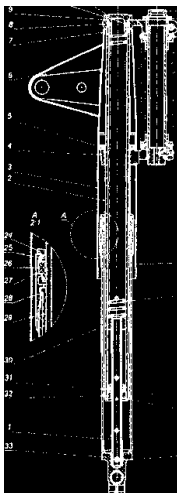
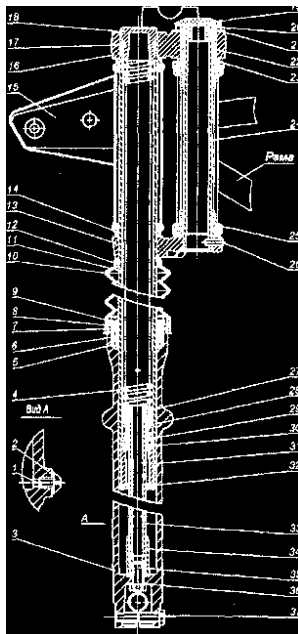

Рис.20 Передняя вилка.
Рис.21 Передняя вилка.
5.5.1. Передняя вилка мотоцикла ММВЗ-3.11214 «Спутник» (рис. 20) и передняя вилка мотоцикла ММВЗ-3.11215 «Пионер» (рис. 21) - телескопического типа, с гидравлическими амортизаторами.
5.5.3 Регулировка подшипников рулевой колонки передней вилки мотоцикла ММВЗ-3.11215 «Пионер» (рис.21) производится в следующем порядке: